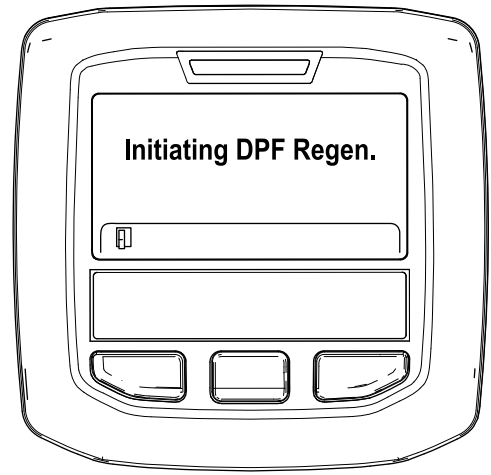

Figura 54
- A. "Initiating DPF Regen." (A iniciar Regen. DPF) é apresentada (Figura 54).